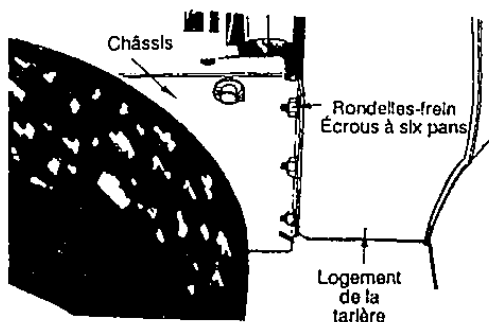

FIGURE 25
- Enlevez les six rondelles-frein et les six écrous à six pans qui maintiennent le logement de la tarière sur le châssis. Voir la figure 25.